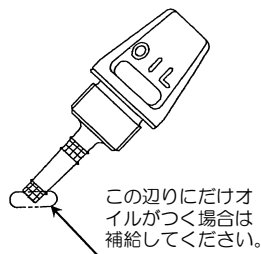
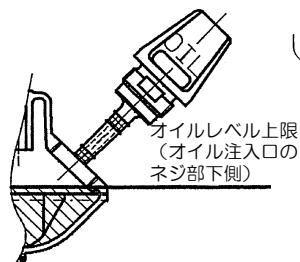

図1
図2
- エンジンを水平にし、オイルゲージをはずしゲージの上限・下限マークの範囲内までオイルがあるか点検してください。不足している場合(特に、オイルゲージをクランクケースに差し込んだ状態(ねじ込みしない)で、ゲージの先にはかオイルがつかない場合(図1))は、新しいオイルを図2の位置まで補給してください。
- (1) エンジンを水平にし、オイルゲージをはずしてください。
- (2) オイルを注入口の口元まで補給してください。(前頁図2)